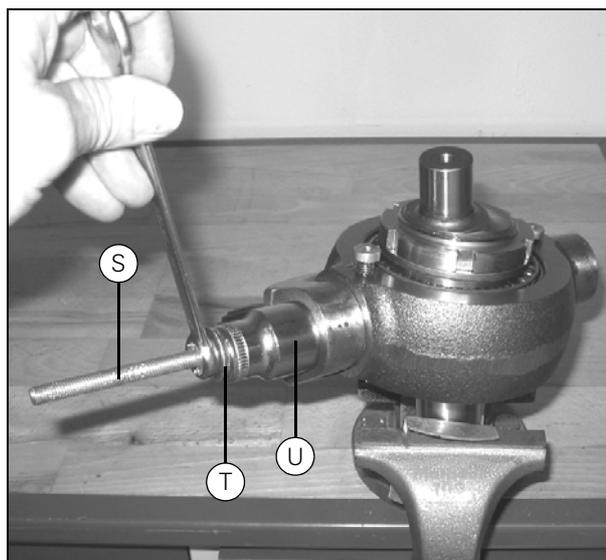

Рисунок 13
9. Снимите установочный винт (K). Снимите ось при помощи длинного болта М8 (S), прочной шайбы (Т) и куска трубы или накидной головки на М24 (U), см. (Рис. 13).
10. После снятия подшипников (D) выбейте ось (L) внутрь корпуса в направлении, указанном стрелкой.